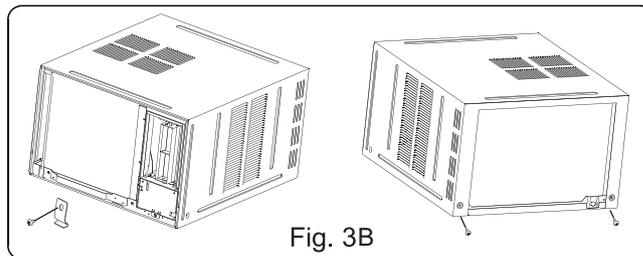

Fig. 3B
- Saque los dos tornillos de la parte trasera de la unidad como se muestra en la Fig. 3B.